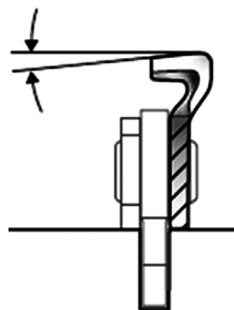

Рис. 9 Определение поперечного угла наклона для заточки пильной цепи
4. Определите угол поперечного наклона для заточки пильной цепи (Рис. 9).